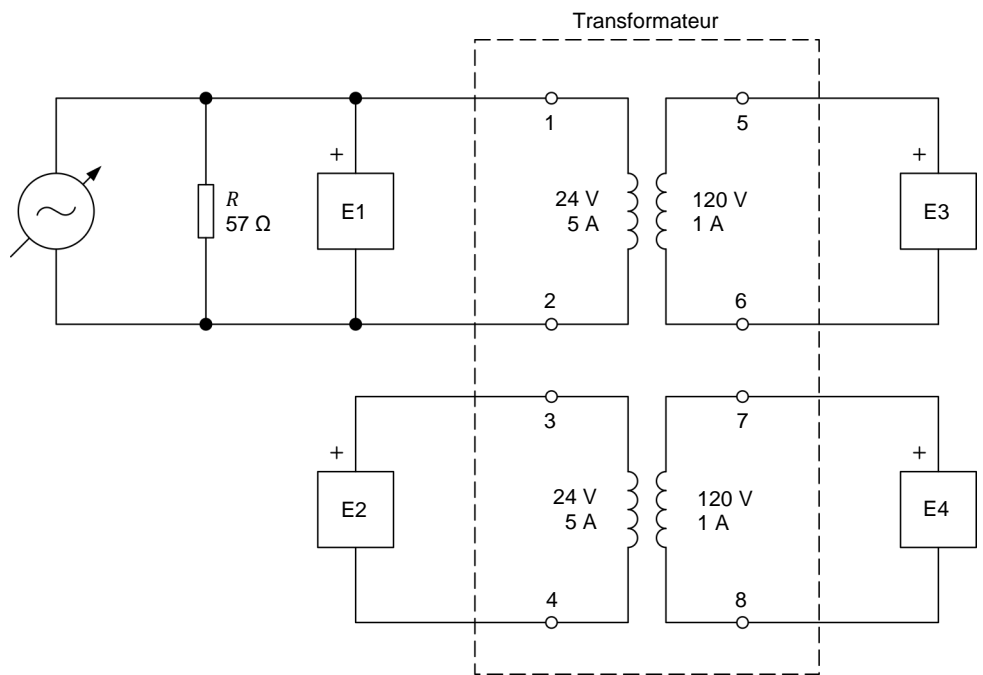

Figure 15. Circuit pour déterminer la polarité des enroulements d'un transformateur à l'aide d'un oscilloscope.
8. Connectez l'équipement tel que montré dans la figure 15.
La charge résistive dans le circuit de la figure 15 est utilisée pour améliorer l'apparence des formes d'onde de tension. Puisque la charge résistive est connectée en parallèle avec la source d'alimentation ca, elle n'a pas d'effet sur les tensions mesurées.